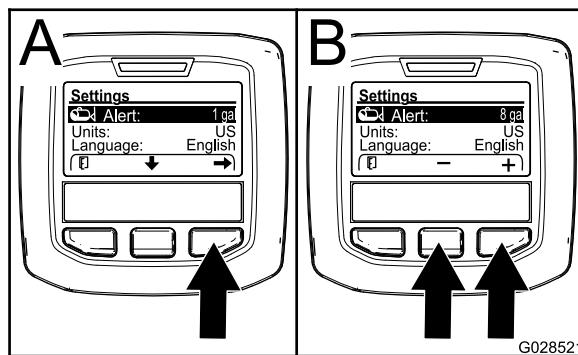

Figura 69
2. Carregue no botão de seleção central para realçar a definição de alerta (Figura 69).
3. Pressione o botão de seleção direito (Figura 69).
quando o alerta é mostrado durante a operação do pulverizador (Figura 69).